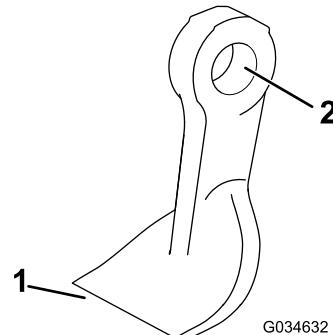

Figura 64
4. Inspeccione cada cuchilla en busca de daños, prestando especial atención a las fijaciones, el filo de corte y el orificio de sujeción (Figura 64). Sustituya cualquier cuchilla o fijación que esté dañada.